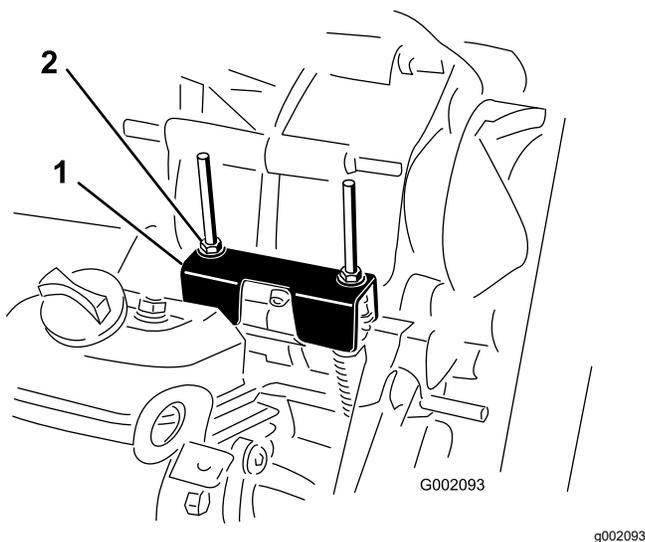

Figura 62
in FOLLE (Figura 62). La macchina è dotata di una posizione di FOLLE sulla leva del cambio che controlla la folle nel transaxle. Per accertarvi che la leva del cambio in folle agisca correttamente sulla posizione di folle del transaxle, osservate i punti sotto indicati:
2. Assicuratevi che la staffa di folle sia in posizione di FOLLE (a livello della staffa di montaggio per cavo che si trova sotto la staffa del cambio) girando la frizione della trasmissione (Figura 62).
3. Ruotate uno dei dadi di bloccaggio (Figura 62) per ottenere un gioco di 0,762–1,524 mm tra la base del dado/della rondella e la staffa di folle.